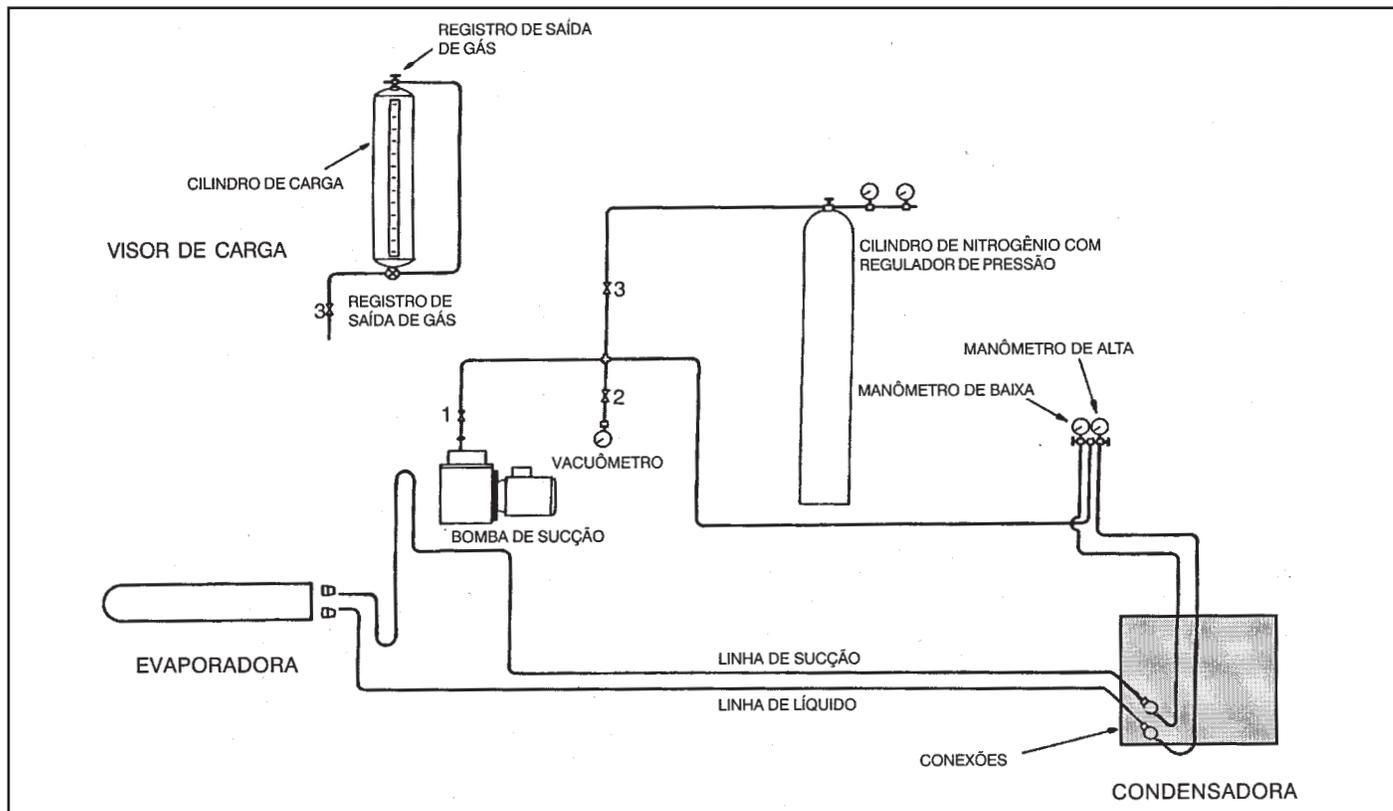

FIGURA 19 - CIRCUITO ESQUEMÁTICO PARA REALIZAR VÁCUO E CARGA DE REFRIGERANTE.
Ligue a bomba de vácuo e faça o vácuo na bomba (registro 1 fechado - figura 19).
1. Ligue a bomba de vácuo, abrindo após o registro 1 (figura 19)
Para fazermos a carga de refrigerante, substitua o cilindro de Nitrogênio mostrado na figura 19 por um cilindro de refrigerante. Purgue a mangueira que liga o cilindro à válvula de serviço.